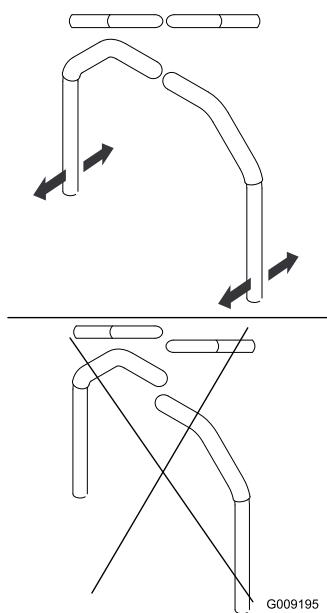

図 58
4. レバーをニュートラル位置にし、前後の位置を合わせ、位置が揃うまでスライドさせてからボルトを締める図 58。